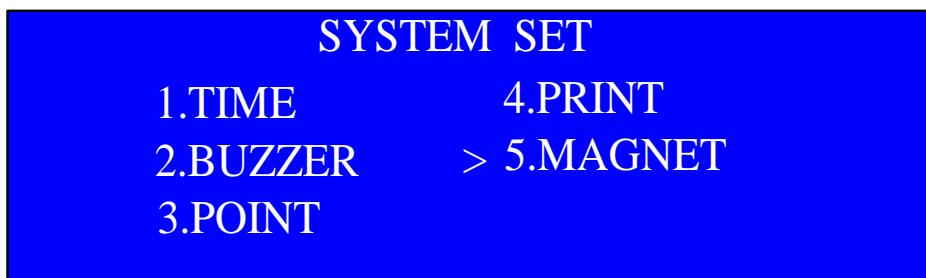
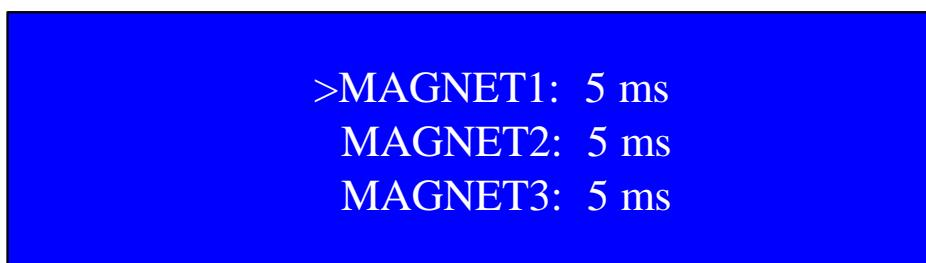

Рисунок 5.2.2 Меню проверки электромагнита
Рисунок 5.2.3 Меню проверки электромагнита
- (2) В главном меню нажмите  $\uparrow$  или  $\downarrow$  для выбора TEST и нажмите SET для входа в данное меню. Затем нажмите  $\uparrow$  или  $\downarrow$  для выбора "SYSTEM SET" и нажмите SET для входа в данное меню, см. рисунок 5.2.2, затем нажмите  $\uparrow$  или  $\downarrow$  для выбора "MAGNET" и входа в данное меню, см. рисунок 5.2.3, нажмите SET для изменения времени срабатывания электромагнита, нажмайте  $\uparrow$  или  $\downarrow$  для выбора времени в диапазоне 3~9мс, затем нажмите SET. Заводская настройка по умолчанию 5мс.